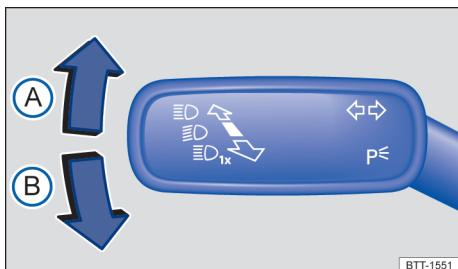

Fig. 87 À esquerda na coluna de direção: alavanca dos indicadores de direção e do farol alto.
- Traga a alavanca dos indicadores de direção e do farol alto da posição central para a seguinte posição → **Fig. 87**: